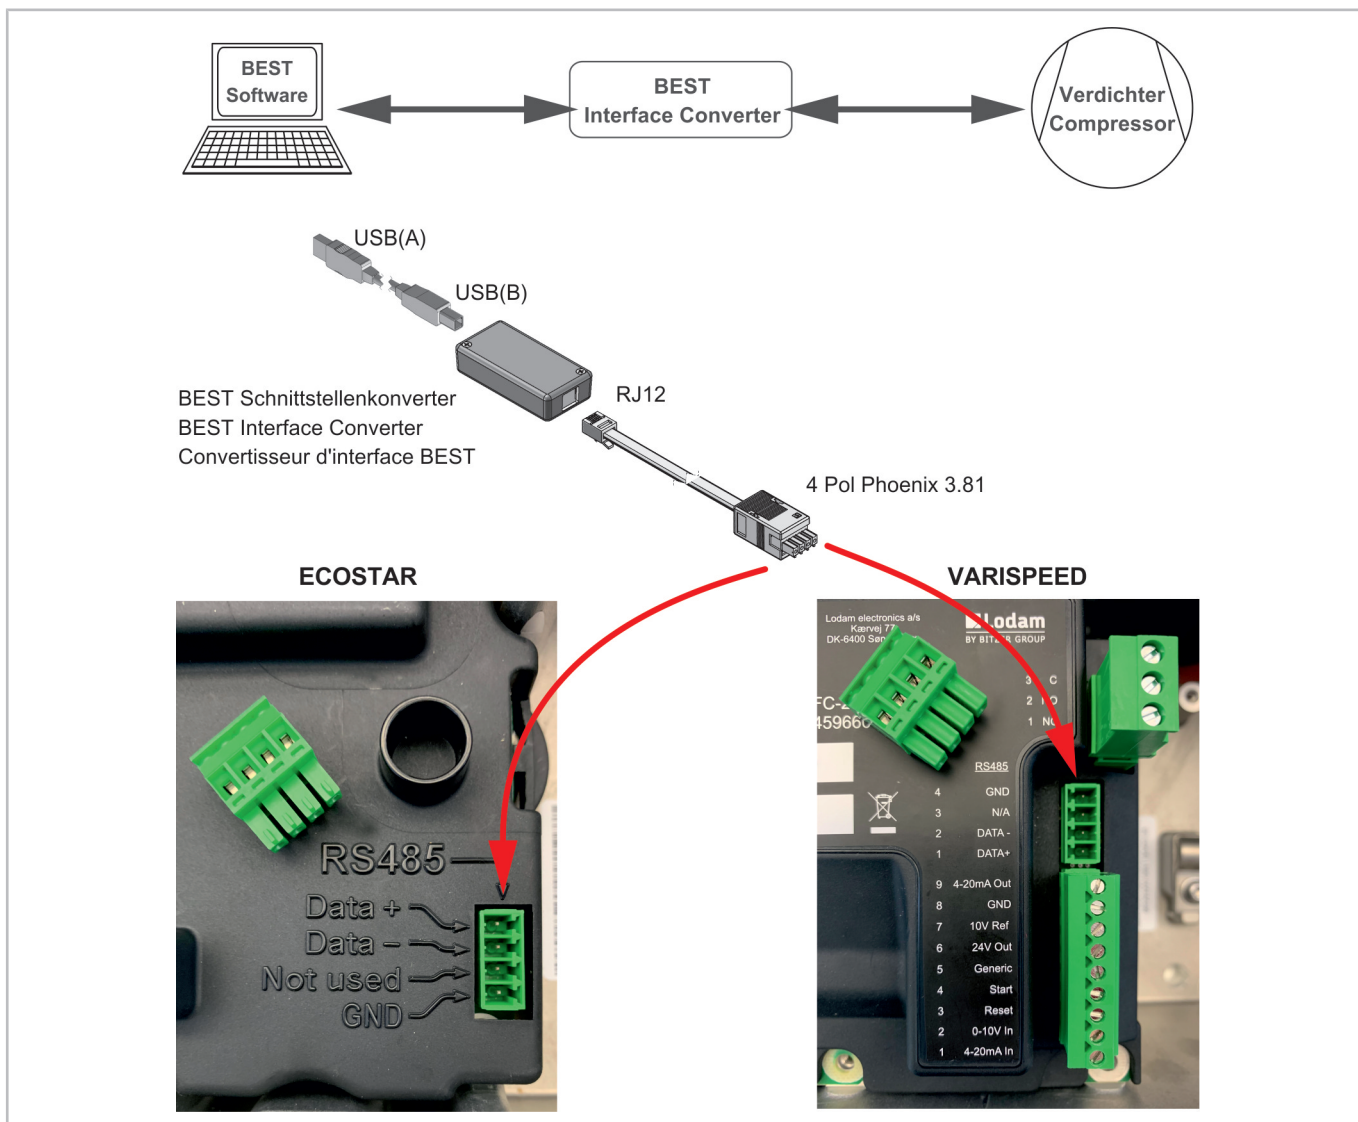

Fig. 10: Raccorder le VARISPEED .F1 à l'aide du convertisseur d'interface BEST
- ▶ Enficher le convertisseur d'interface BEST dans le bornier X100 et le terminal mobile (voir figure 10, page 47).
- ▶ Cliquer sur la touche NOUVEAU (2).
- ▶ Sélectionner VARISPEED (3).
- ▶ Cliquer sur la touche CONNECTER (4).